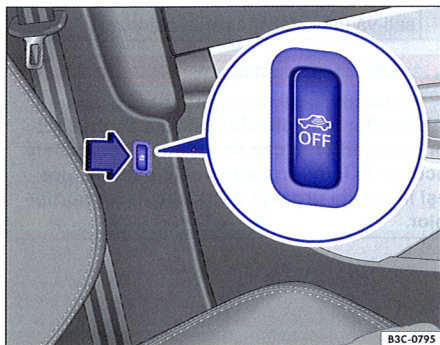

Fig. 30 Lângă scaunul șoferului: tasta pentru dezactivarea supravegherii interiorului și a protecției la tractare.
Pentru dezactivare, trebuie să fie activată iluminarea de orientare în tasta ⇒ fig. 30. Pentru a aprinde lumina de orientare, scoateți cheia din contact și deschideți ușa șoferului.
- Apăsăți tasta  ⇒ fig. 30. În tastă se aprinde o lampă de control galbenă care va rămâne aprinsă până la încuierea autovehiculului.